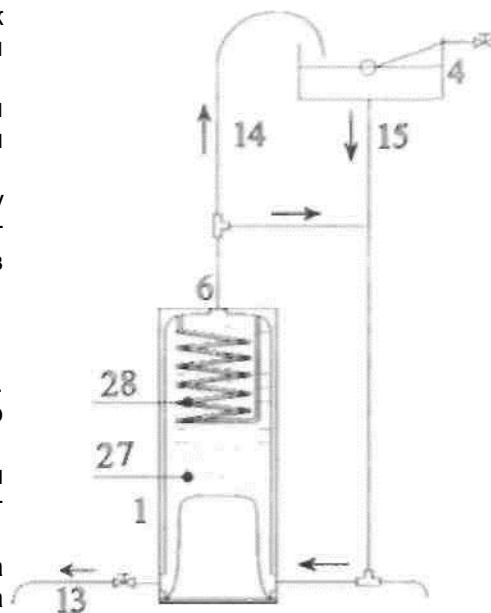

Рис. 21.1.
2. Обеспечение безопасности эксплуатации котла, с баком расширительным открытого типа. (Рис.21.1.)